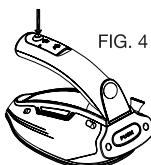

FIG. 4
- Appuyez sur la commande vapeur (8) pour générer un jet de vapeur qui pénètre les tissus afin d'éliminer les faux plis tenaces. Si le voyant de régulation s'allume, patientez quelques secondes avant d'appuyer de nouveau sur la commande vapeur (figure 4).
- Press the steam button (8) to generate a jet of steam that penetrates fabrics to remove stubborn creases. If the LED comes on, wait a few seconds before pressing the steam button again (Figure 4).